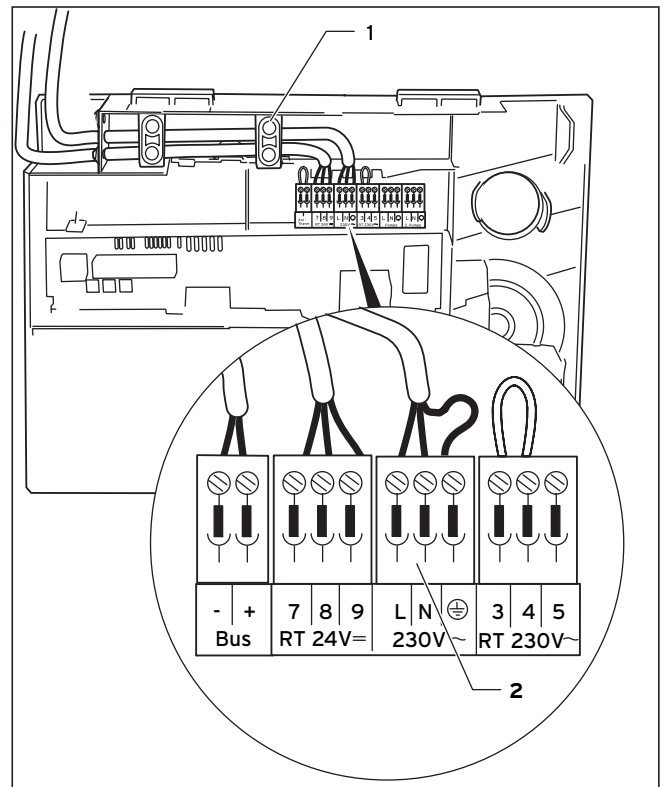

Рис. 5.8 Подключение погодозависимого регулятора
- Проложите необходимые провода к уровню подключений в распределительной коробке, как показано на рис. 5.8.
- Подключите соединительный кабель согласно рис. 5.8 к соответствующему штекеру ProE либо гнездам электроники.